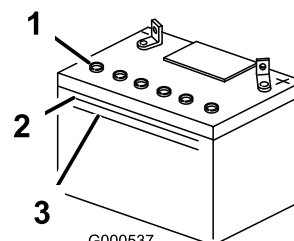

図 43
1. バッテリーを側面から見て液の量を確認する。電解液が 上の線 まであればよい 図 43。バッテリー液の量が下の線より下がらないように管理する 図 43。
3. バッテリーの各セルのキャップを外す 図 43。
4. 液量が上の線に達するまで 図 43、各セルに蒸留水をゆっくりと補給する。
5. 各セルに補給した後、510分待つて液量がバッテリーケースの上の線 図 43に届かなければ蒸留水を足す。